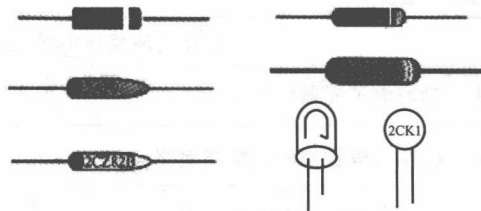

图 1-3 几种常见的二极管外形
(1) 在 PN 结的 P 区和 N 区各接一个电极，再进行外壳封装并印上标记，就制成了一只二极管。如图 1-3 所示是几种常见的二极管外形，都是由电极（引脚）和主体部分构成。主体内部就是一个 PN 结，一般只能看到 PN 结封装后的外形。